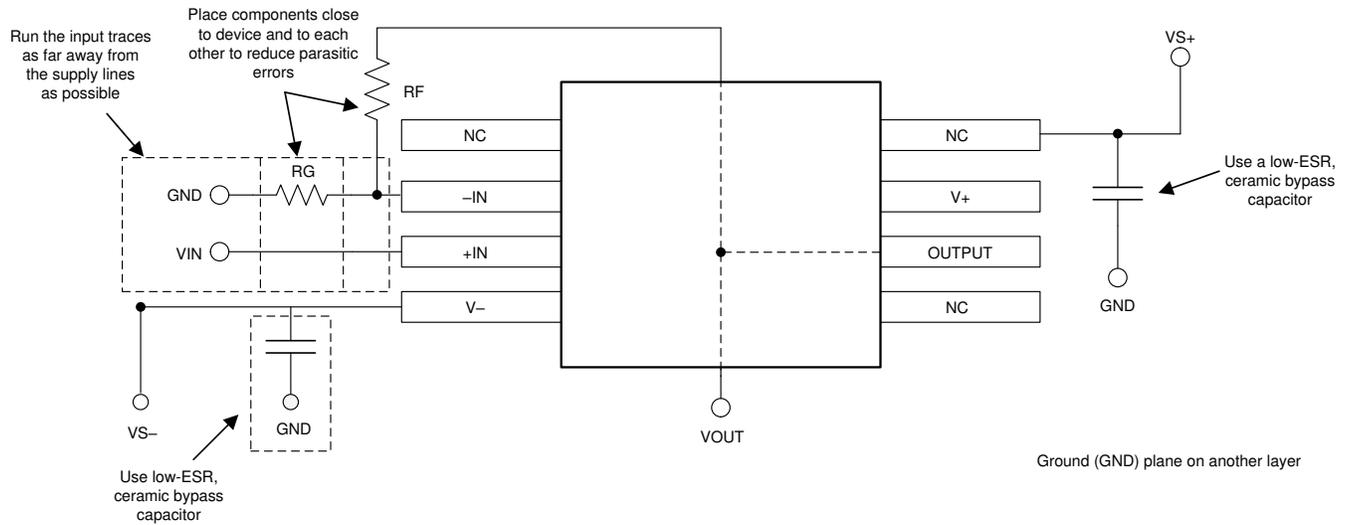

图 10-2. 同相配置的运算放大器电路板布局布线
- 外部元件应尽量靠近器件放置。如图 10-2 所示，保持 RF 和 RG 接近反相输入可以最大限度地减少寄生电容。